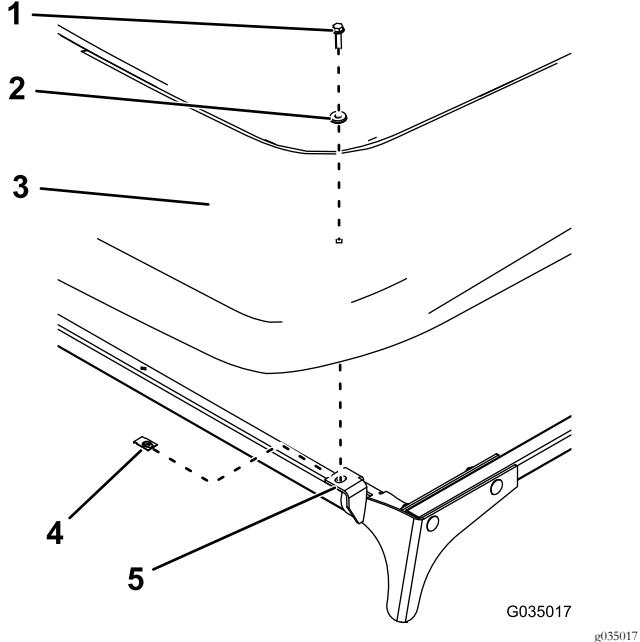

图32
- 如图32所示用2个夹子、2个密封垫圈和2个六角头螺栓 $\frac{1}{4} \times 1$ 英寸将遮阳篷安装到前安装板上。